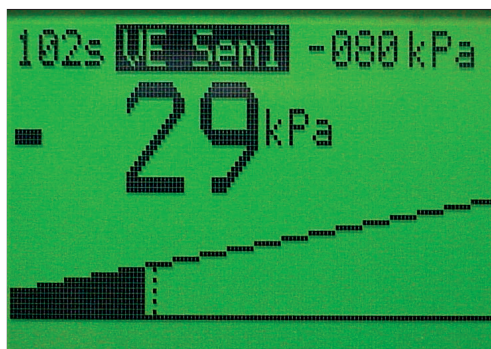

Fig. 22 Generación de vacío automática en el VE Semi Modo
- Después de haber alcanzado el vacío base de -20kPa, la unidad espera que el botón de ventosa extracción sea presionado. Durante este tiempo de espera, un tono de alerta se emite al mismo tiempo que el LED verde parpadea. Cuando se presiona el botón de ventosa de extracción, el tono de alerta para y la generación de vacío automática se inicia (Fig. 22)